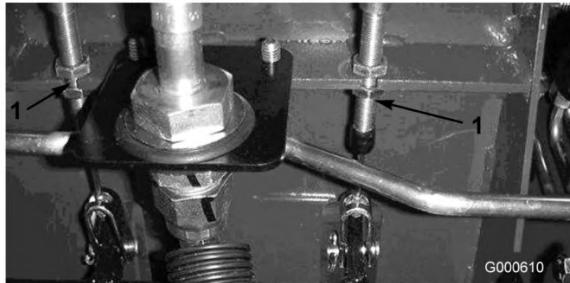

Figura 54
- Desaperte a porca dianteira na extremidade roscada do cabo do travão (Figura 54).